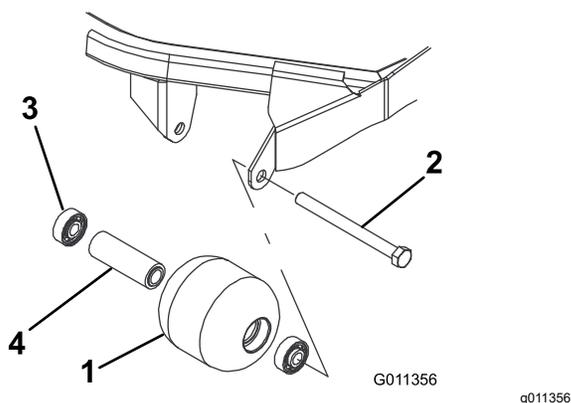

Рисунок 80
1. Снимите болт крепления валика (Рисунок 80).
4. Осмотрите корпус, подшипники и распорную втулку подшипника валика на наличие повреждений (Рисунок 80). Замените все поврежденные компоненты и соберите их.
1. Запрессуйте передний подшипник в корпус валика (Рисунок 80). Прикладывайте усилие только к наружному кольцу или одинаковое усилие к внутреннему и наружному кольцам.
2. Вставьте втулку подшипника (Рисунок 80).
3. Запрессуйте второй подшипник в корпус валика (Рисунок 80). Запрессуйте, нажимая с одинаковым усилием на внутреннее и наружное кольца до тех пор, пока внутреннее кольцо не войдет в контакт с проставкой.